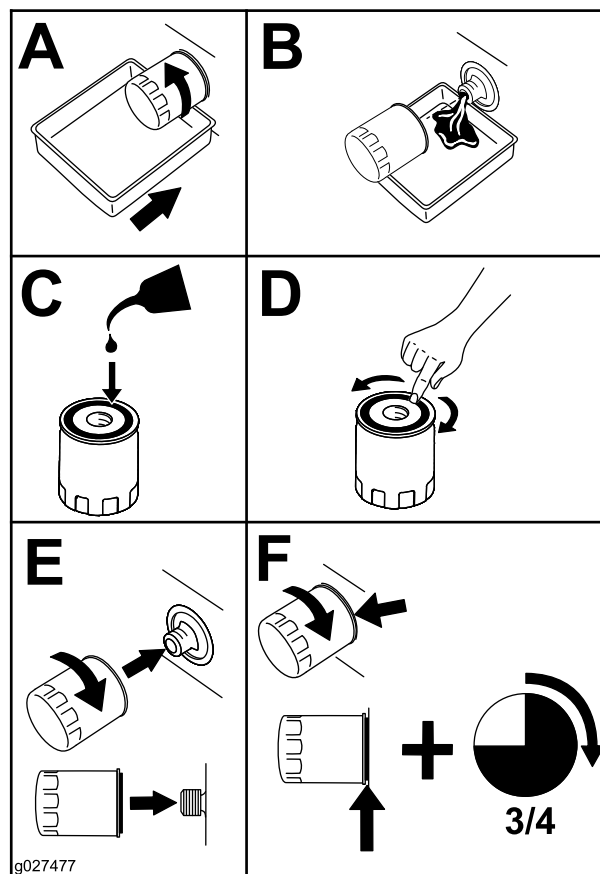

Figura 47
5. Cambiate il filtro dell'olio del motore (Figura 47).